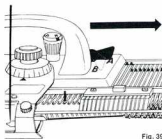

Fig. 39
2. Reihe: A-B-C-Hebel auf A, Fig. 39.